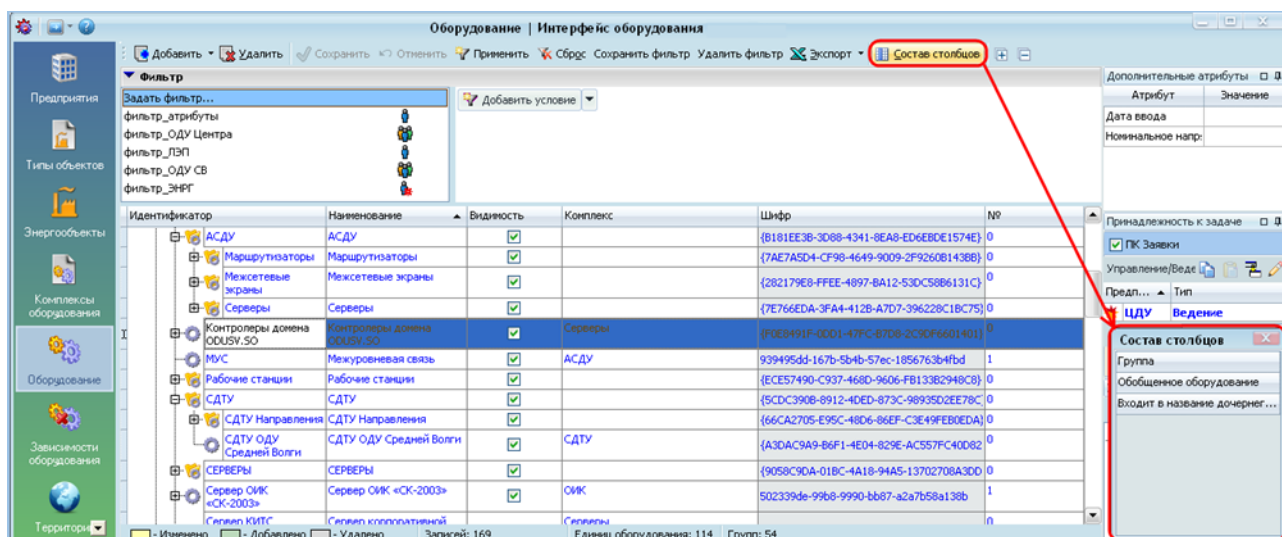

Рисунок 15.4 – Вызов настройки состава столбцов через главное меню
- на панели инструментов нажать на кнопку [] «Состав столбцов» (Рисунок 15.4);